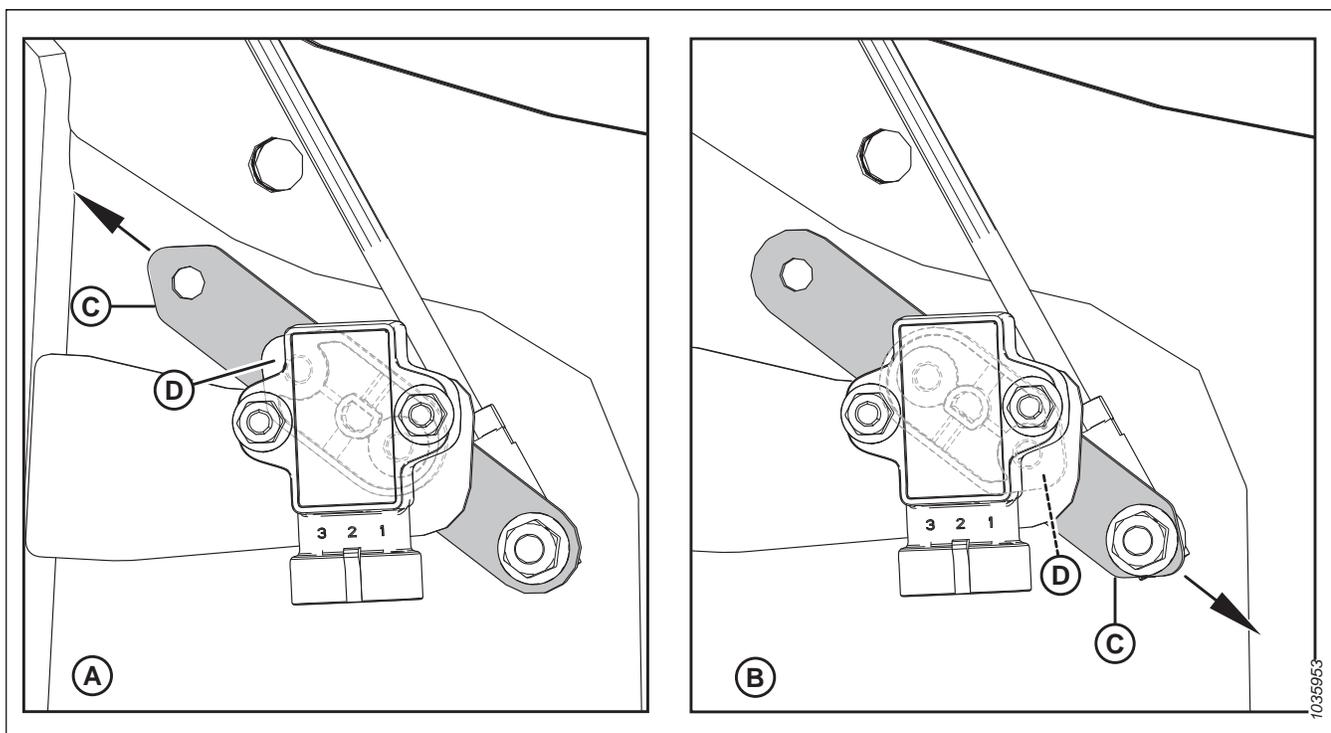

Figura 3.217: Configurações do sensor do braço/ponteiro
4. Certifique-se que o sensor do braço (C) e o ponteiro (D) estão configurados adequadamente para a sua máquina, consulte a Figura 3.217, página 174.